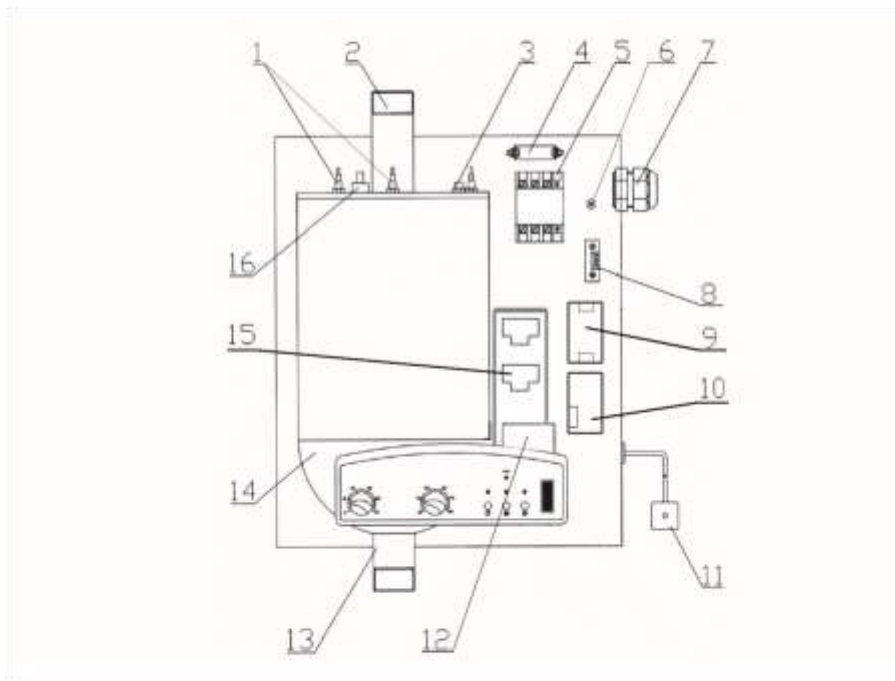

Рис. 1. РусНИТ-205М, 206М, 207М, 208М, 209М.
5.1. Отопитель состоит из следующих основных частей: теплообменника (бака), элементов коммутации и электронных блоков (силового блока, блока питания и измерительного блока), (рис. 1).